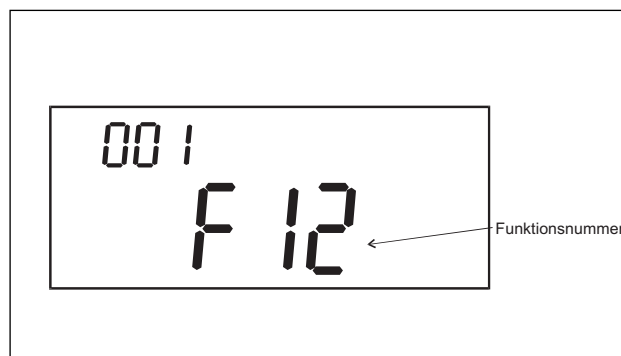
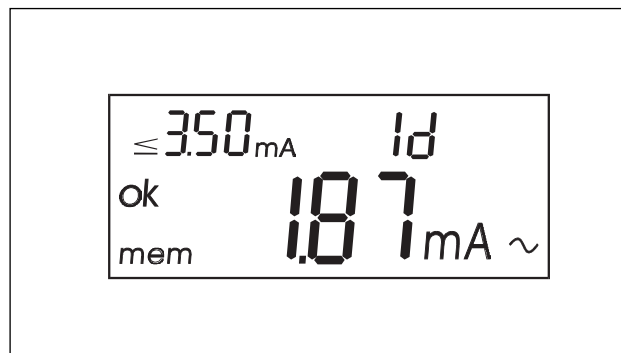

Abb. 9.7
Abb. 9.8
- Die entsprechende **Prüfungsnummer** über die numerische Tastatur (11) eingeben. Die Nummer besteht aus sechs Ziffern und muss zwischen 000 001 und 999 999 liegen. Führende Nullen, d.h. die Zahl Null an erster Stelle (z.B. 001 234), brauchen nicht eingegeben zu werden. Die Taste **EINGABE** kann verwendet werden, um zwischen der Prüfungs- und der Kundennummer umzuschalten.
- Die Taste **ABRUFEN** nochmals drücken, um die eingegebene Kunden- und Prüfungsnummer zu bestätigen. Folgendes wird kurz angezeigt (siehe Abb. 9.7 Beispiel für Differenzstrommessung):
Dann wird das zuletzt gespeicherte Ergebnis für die ausgewählte Kunden- / Prüfungsnummer wie folgt dargestellt (Abb. 9.8 Beispiel für Differenzstrommessung):
- Mit der Taste **ANZEIGE** kann zwischen gespeicherten Messwerten und der Messfunktions-/Kunden-/Prüflingsnummer umgeschaltet werden d.h. zwischen Abb. 9.7 und Abb. 9.8.